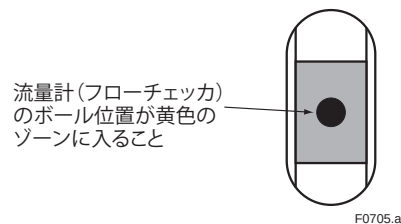
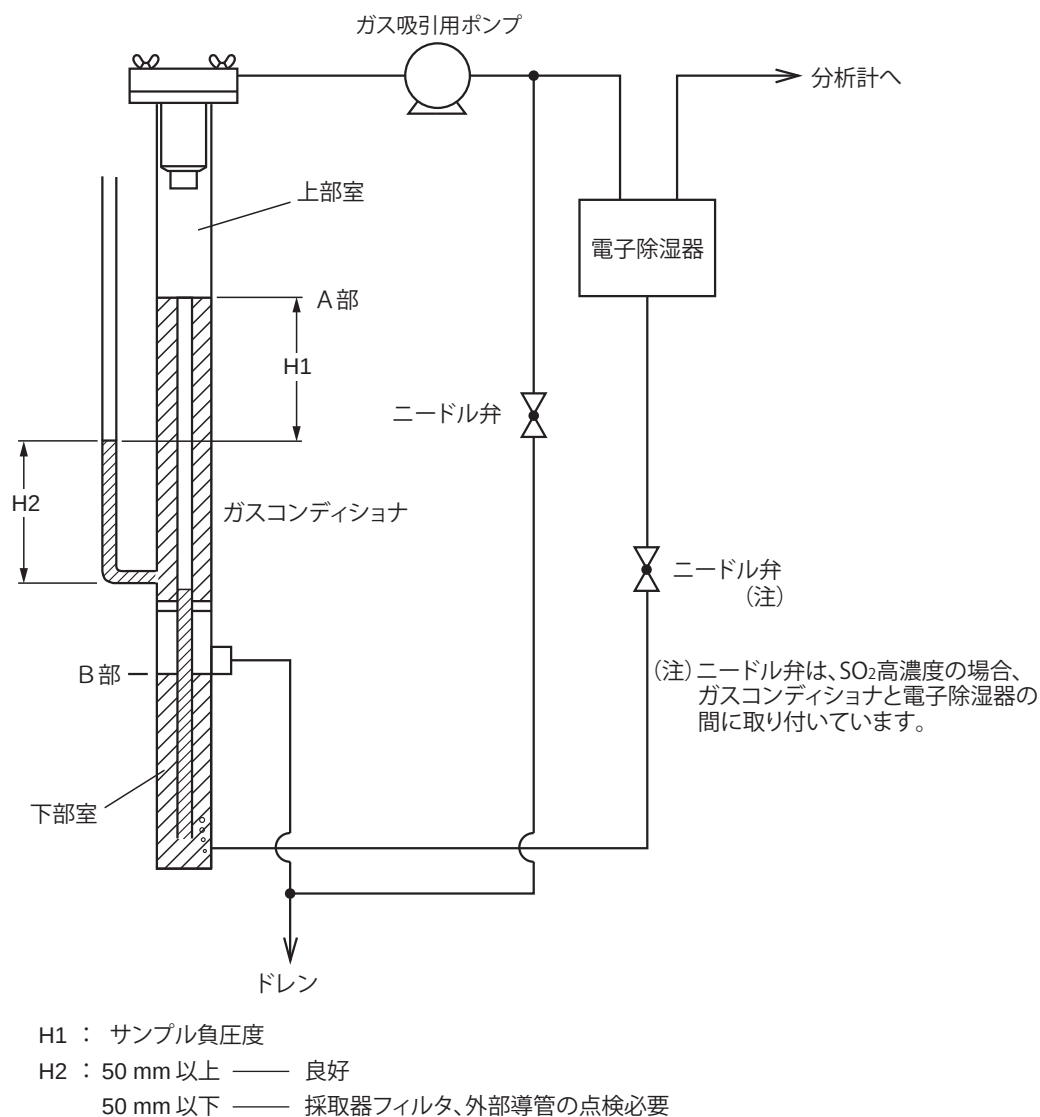

図7.3 ガス流量の確認
図7.5 ガスコンディショナの吸引レベルの確認
- ・ 配管に関しては、標準ガスボンベ減圧弁のセット状態など、スタートアップ作業において手を触れた箇所のセット状態を特に入念に点検してください。流量計を見て、試料ガスの流量が適正（図 7.3：流量計（フローチェック）のボール位置が黄色ゾーンの中央付近に入っていること、図 7.5：ガスコンディショナのレベルの確認）であることも確認します。